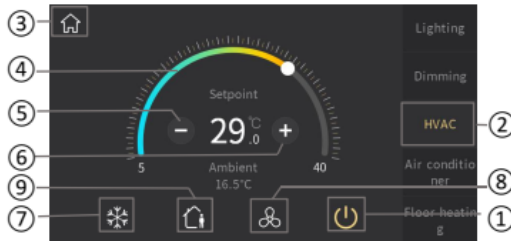
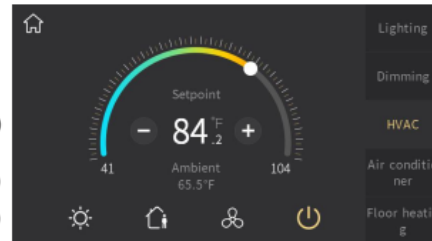

Fig.2.3.1
Fig.2.3.2
② **Dieser Bereich zeigt die in der ETS definierte Seitenbeschreibung.**
③ **Das Home-Symbol führt Sie zurück zur Startseite.**
④ **Sollwertregler zur Einstellung der gewünschten Temperatur**
⑤ **Temperatur schrittweise senken**
⑥ **Temperatur schrittweise erhöhen**
Anpassen der Temperatur durch Verschieben des Sollwertreglers ④ oder Antippen der Symbole ⑤ und ⑥. Jedes Antippen entspricht einer Sollwertänderung von 0,5° C. Der Standard-Stellbereich liegt zwischen 5°C und 40°C (Abb. 2.3.1), bzw. zwischen 41°F und 104°F (Abb. 2.3.2), wenn die Temperatureinheit auf Fahrenheit eingestellt worden ist.